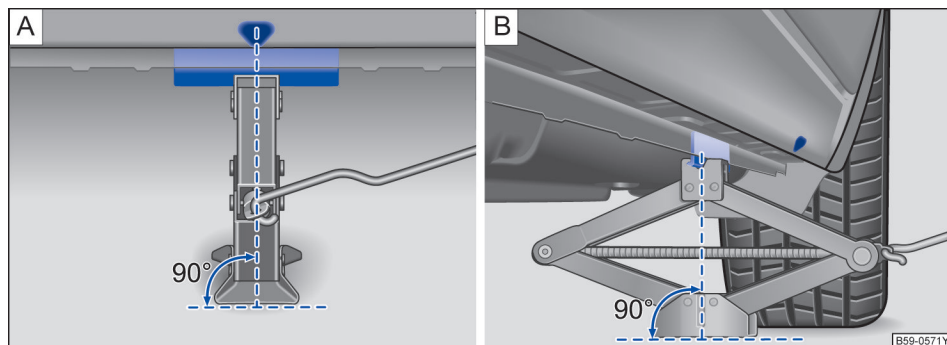
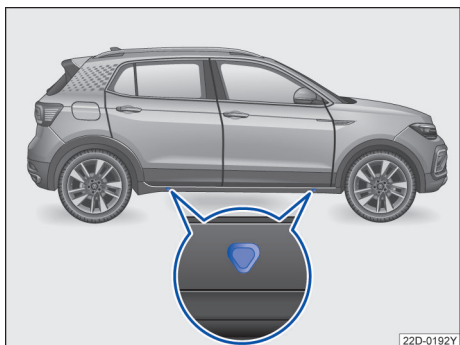

图 167 将千斤顶放在汽车左后侧
图 168 汽车千斤顶的支撑点
汽车千斤顶只允许放置在图示支撑点（车身上的标记）处→图 167 或 →图 168。在每个车轮旁都有相应的支撑点 →▲。
- ✓ 在车身底部下方找到离更换的车轮侧的千斤顶支撑点→图 167。